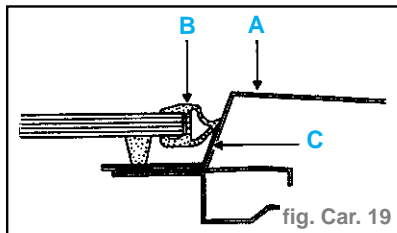

fig. Car. 19
**Remarque :** Lors de l'application de primaire tôle sur la partie supérieure (pavillon), il est recommandé de masquer la zone (A) avant l'application (fig. Car. 19).